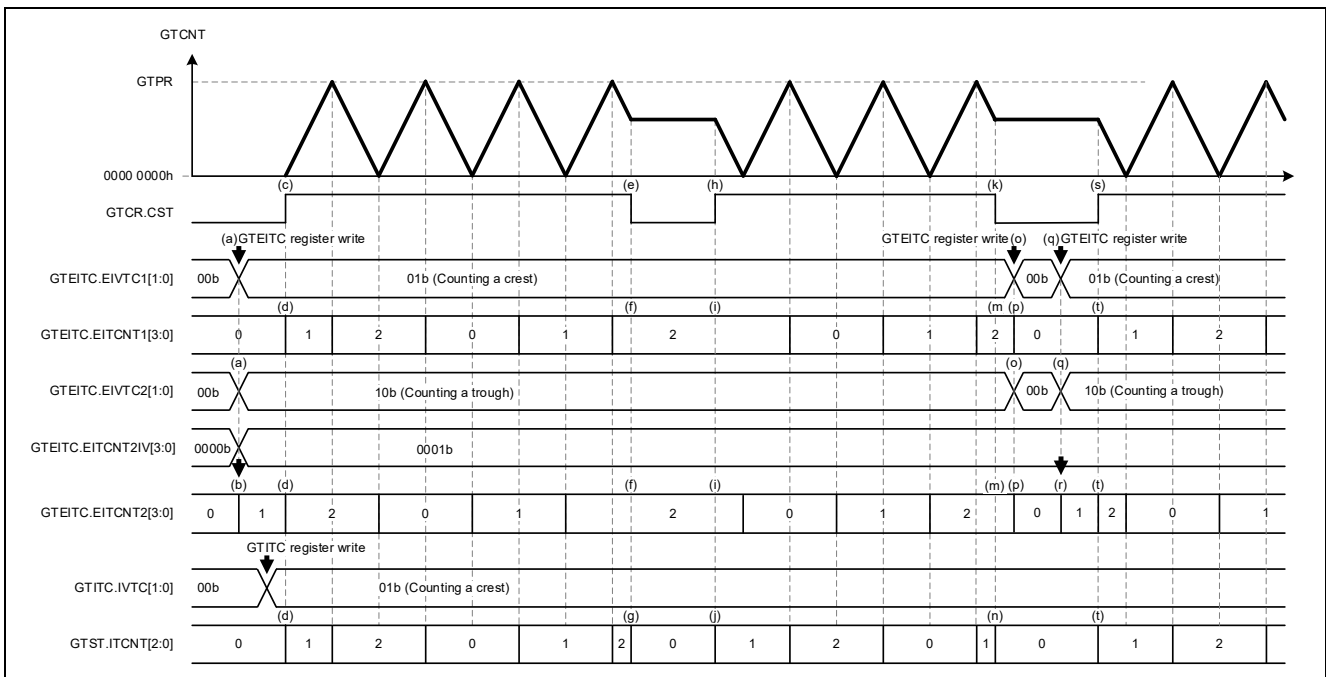

図 1-10 割り込み間引きカウンタの動作例
拡張割り込み間引きと GTITC レジスタによる割り込み間引きのカウンタの動作例を図 1-10 に示します。
- EITCNT2 の初期値：GTEITC レジスタへの書き込み時 (図 1-10 の(a)) に EITCNT2IV[3:0] の書き込み値を反映 (図 1-10 の(b))
- GTCNT カウント開始 (図 1-10 の(c))
- EIVTCNT1、EIVTCNT2、ITCNT はアップカウントを開始 (図 1-10 の(d))
- GTCNT のカウントを停止 (図 1-10 の(e))
- EIVTCNT1 と EIVTCNT2：値を保持 (図 1-10 の(f))
- ITCNT："000b"にリセット (図 1-10 の(g))
- GTCNT のカウントを開始 (図 1-10 の(h))
- EIVTCNT1 と EIVTCNT2：保持した値の状態からアップカウント開始 (図 1-10 の(i))
- ITCNT：アップカウントを開始 (図 1-10 の(j))
- GTCNT のカウントを停止 (図 1-10 の(k))
- EIVTCNT1 と EIVTCNT2：値を保持 (図 1-10 の(m))
- ITCNT："000b"にリセット (図 1-10 の(n))
- EIVTCNT1 と EIVTCNT2 を間引かない設定に変更 (EIVTC1[1:0] = EIVTC2[1:0] = 00b) (図 1-10 の(o))
- EIVTCNT1 と EIVTCNT2 は"0000b"にリセット (図 1-10 の(p))
- 再度、EIVTCNT1 と EIVTCNT2 を間引く設定に変更 (図 1-10 の(q))
- EIVTCNT2 に初期値が設定 (図 1-10 の(r))
- GTCNT のカウントを開始する (図 1-10 の(s))
- EIVTCNT1、EIVTCNT2、ITCNT はアップカウントを開始 (図 1-10 の(t))
(3) 間引き期間